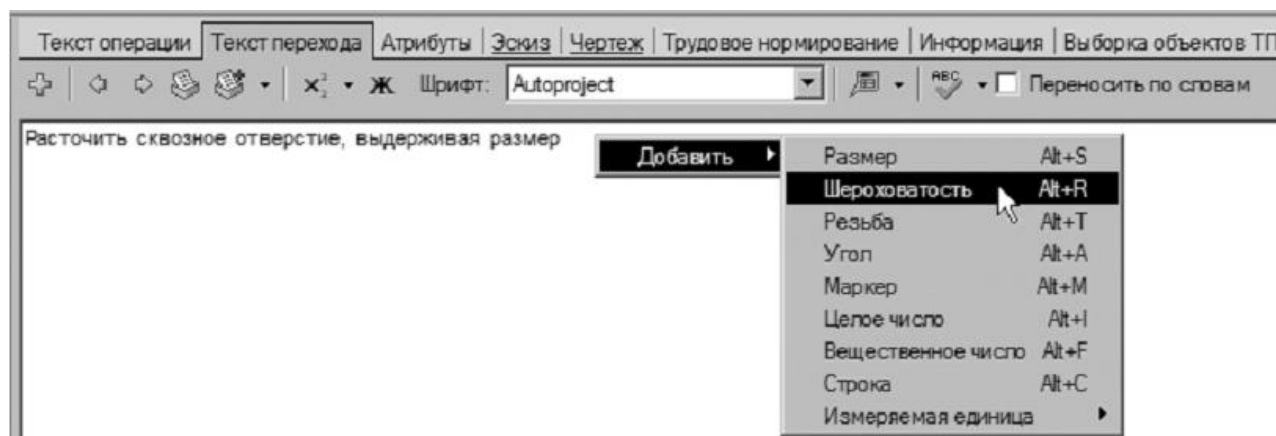

Рисунок 1.
- 2) Значения можно добавить, используя контекстное меню через редактирование размеров (рис. 1)